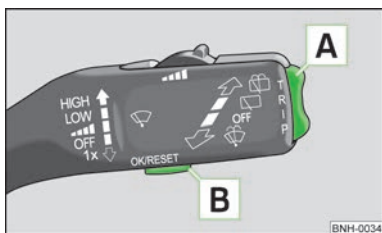

Fig. 5
La conmutación de la memoria se efectúa mediante la tecla **B** » fig. 5 de la página 13.
La tecla basculante **A** » fig. 5 y la tecla **B** se encuentran en la palanca del limpia-parabrisas.
» Pulsar ligeramente la tecla **B** » fig. 5.
» Pulsar brevemente la tecla basculante **A** » fig. 5 arriba y abajo. De ese modo se activan, una tras otra, las funciones individuales del indicador multifunción.
» Pulsar la tecla **B** » fig. 5 más tiempo.
Si la temperatura exterior disminuye por debajo de +4 °C, aparecerá delante de la indicación de la temperatura un símbolo de copo de nieve (advertencia de formación de placas de hielo) y sonará una señal acústica. Después de pulsar la tecla basculante **A** » fig. 5 de la página 13, se representa la función que se visualizó por última vez.
En la pantalla aparece el tiempo de marcha desde la última vez que se borró la memoria. Cuando se desee medir el tiempo de marcha desde un momento determinado, se deberá poner en ese momento preciso la memoria a cero, pulsando para ello la tecla **B** » fig. 5 de la página 13.
Si se desea calcular el consumo medio de combustible para un período de tiempo determinado, deberá poner la memoria a cero al comenzar la nueva medición pulsando la tecla **B** » fig. 5 de la página 13. Tras borrarla, en la pantalla no se muestra ningún valor durante los primeros aprox. 300 metros de recorrido.
En la pantalla aparece el kilometraje recorrido desde la última vez que se borró la memoria » página 12. Cuando se desee medir el recorrido desde un momento determinado, se deberá poner en ese momento preciso la memoria a cero, pulsando para ello la tecla **[B]** » fig. 5 de la página 13.
La pantalla indica la velocidad media en km/h desde la última vez que se borró la memoria » página 12. Si se desea medir la velocidad media durante un periodo determinado, se deberá poner la memoria a cero al principio de la medición accionando la tecla **[B]** » fig. 5 de la página 13.
- » Mediante la tecla **[A]** » fig. 5 de la página 13 seleccionar la opción **Advertencia al sobrepasar la velocidad** del menú.